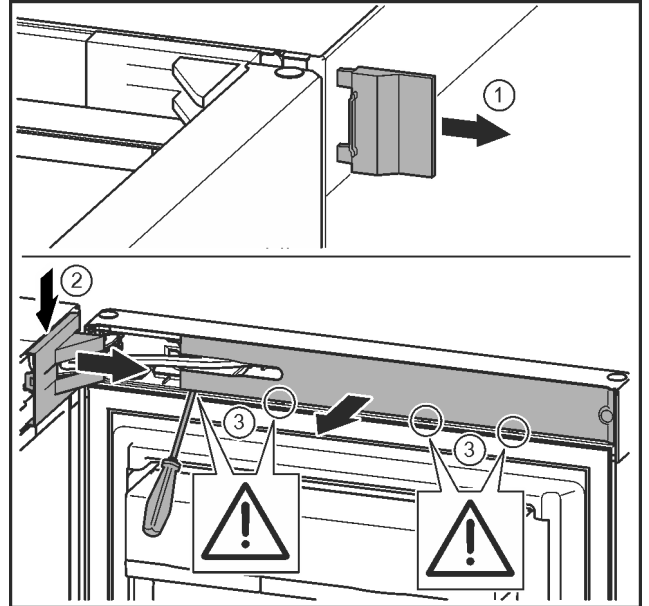

Fig. 9
- ▶ Retire la cubierta exterior. Fig. 9 (1)
- ▶ Desenganche y suelte la cubierta del soporte de cojinete. Retire la cubierta del soporte de cojinete. Fig. 9 (2)
- ▶ Desenganche el panel con el destornillador para tornillos de cabeza ranurada y gírelo lateralmente. Fig. 9 (3)